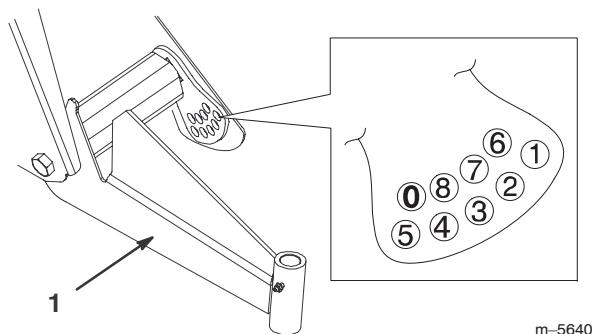

Figure 33
**Remarque :** Les bras triangulés sont en caoutchouc et ont des élasticités différentes. Pour cette raison, ils sont réglés en usine en fonction de leur élasticité. Généralement, les boulons de réglage sont installés dans le trou numéro 2, 3 ou 4 (Fig. 33) et cela peut varier du côté gauche (côté conducteur) au côté droit (côté passager). Si les bras triangulés semblent s'affaisser, il faut les déplacer d'un numéro de plus (Fig. 33). Chaque trou équivaut à un réglage de 19 mm à la roue. Ceci doit aussi être fait si vous ajoutez des accessoires lourds ou si vous transportez de lourdes charges fréquemment.